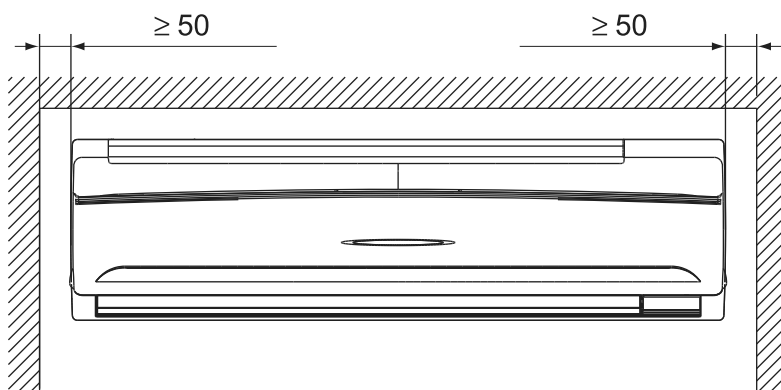
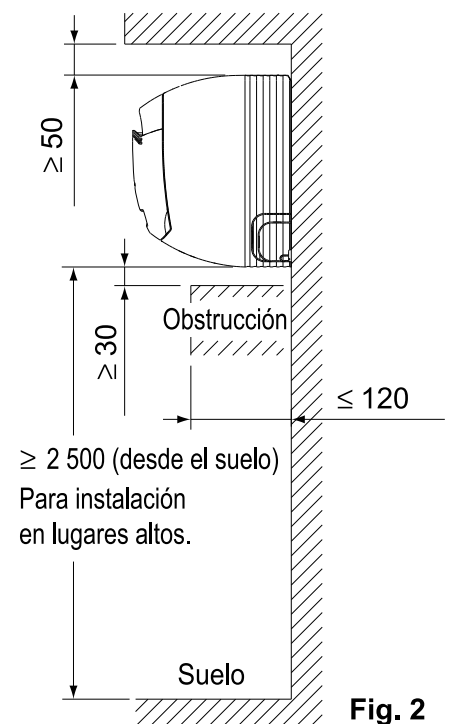

Fig. 1
Fig. 2
**(1) Elija un sitio de instalación que reúna las siguientes condiciones y que el cliente apruebe.**
- Donde haya suficiente espacio libre alrededor como para hacer los trabajos de servicio y de mantenimiento con facilidad. **(Refiérase a la Fig. 1 y Fig. 2)**